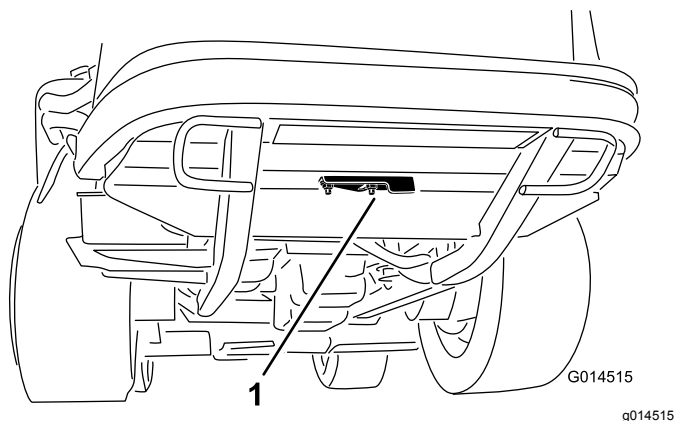

図 70
2. クリーンアウトカバーを後フレームの下側に固定しているフランジナットをゆるめる 図 70。カバーをめくると、フレームのクリーンアウトホール 清掃穴が露出する。